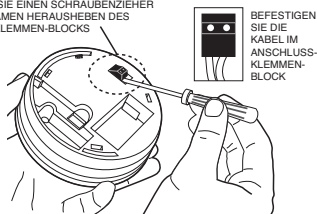

Abbildung 10b
4. Heben Sie den Anschlussklemmenblock mit einem kleinen Schraubendreher vertikal heraus (siehe Abbildung 10b). Befestigen Sie die Kabel im Anschlussklemmenblock.
- Schrauben Sie die beiden Kabeladern im Anschlussklemmenblock fest (siehe Abbildung 10b). Drücken Sie den Anschlussklemmenblock anschließend vorsichtig zurück auf die beiden Sockelstifte.